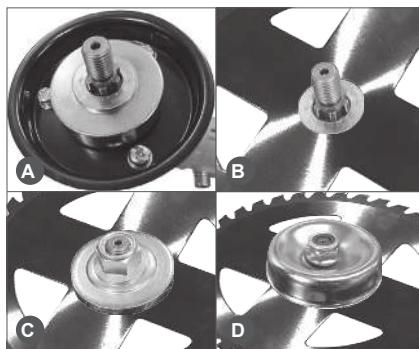

Рис. 3 Установка ножа
Установите на редуктор защитную шайбу (A) Рис.3. Установите на редуктор нож для травы (Рис.3В). При установке посадочное отверстие в ноже должно точно совпасть с выступом на шайбе. Установите прижимную шайбу ножа (Рис.3С). Установите ограничительную чашку и закрутите гайку крепления ножа (Рис.3D).